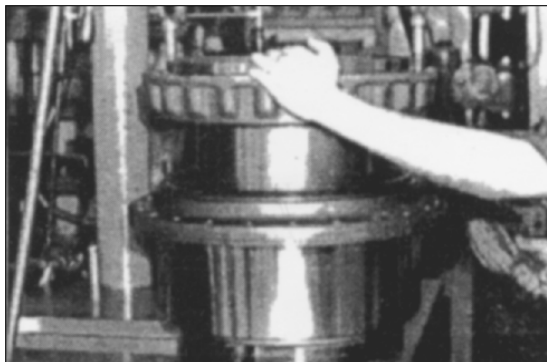

Рис. 99
8. Установите ступицу на корпус. Рис. 99.